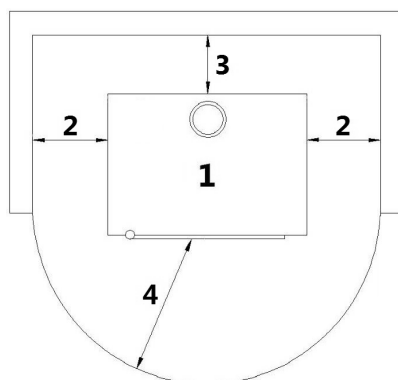

Fig. 19 - Almen installation
TEGNFORKLARING Fig. 19
- Det er obligatorisk at installere træpilleovnen et stykke fra mure og/eller møbler med et luftrum på mindst 300 mm til siderne, 200 mm bagpå, for at muliggøre effektiv afkøling af apparatet og en god varmefordeling i rummet (se **Fig. 19**).
- Kontrollér sikkerhedsafstandene, hvis væggene er i brændbare materialer (se **Fig. 19**).